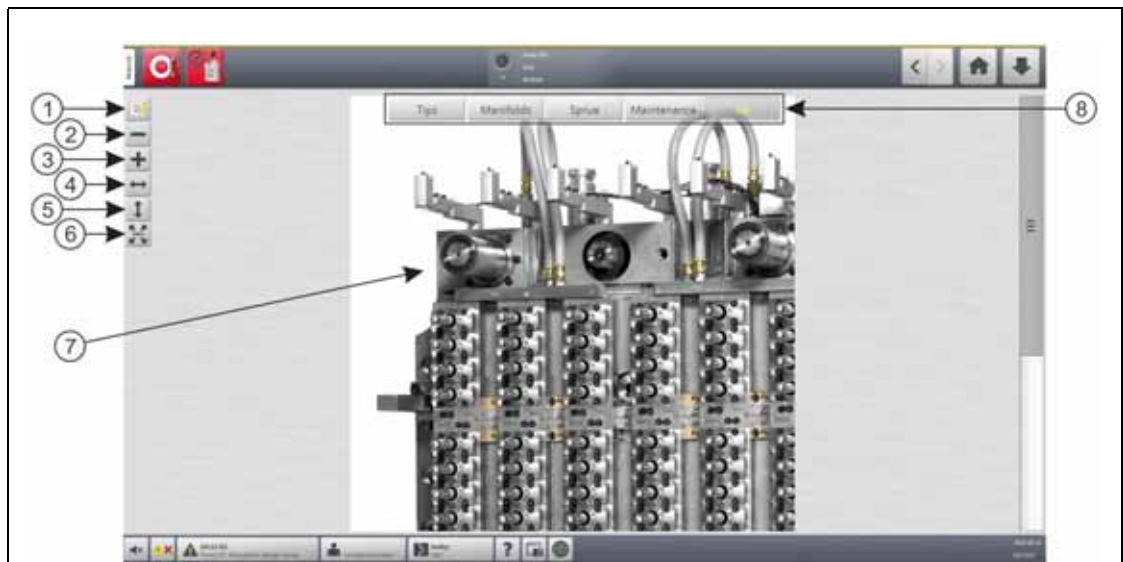
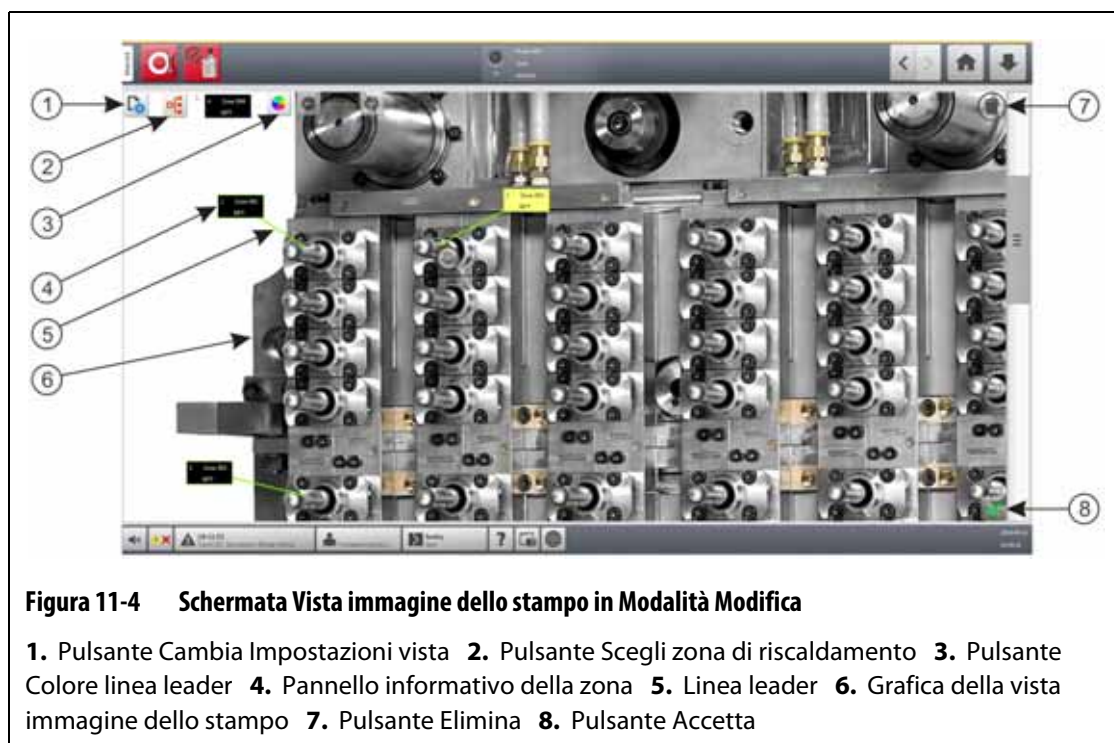

Figura 11-3 Schermata Vista immagine dello stampo
Figura 11-4 Schermata Vista immagine dello stampo in Modalità Modifica
Le voci della barra degli strumenti della vista immagine dello stampo sono identificate nella Figura 11-3 e descritte nella Tabella 11-1.
Per configurare la Vista immagine dello stampo, premere il pulsante **Modifica** (consultare la Figura 11-3) per entrare in modalità Modifica. La Figura 11-4 mostra la schermata di Modifica e identifica le voci utilizzate per configurare la vista immagine dello stampo.
2. Premere il pulsante **Scegli zona di riscaldamento**. Consultare la Figura 11-4.
3. Premere il pulsante **Cambia Impostazioni vista**. Consultare la Figura 11-4.
3. Premere il pulsante **Colore linea leader**. Consultare la Figura 11-4.
2. Toccare e trascinare il pannello informativo della zona da eliminare sul pulsante **Elimina** (consultare la Figura 11-4) o fuori dalla grafica della vista immagine dello stampo.
2. Premere il pulsante **Accetta** (spunta verde). Consultare la Figura 11-4.